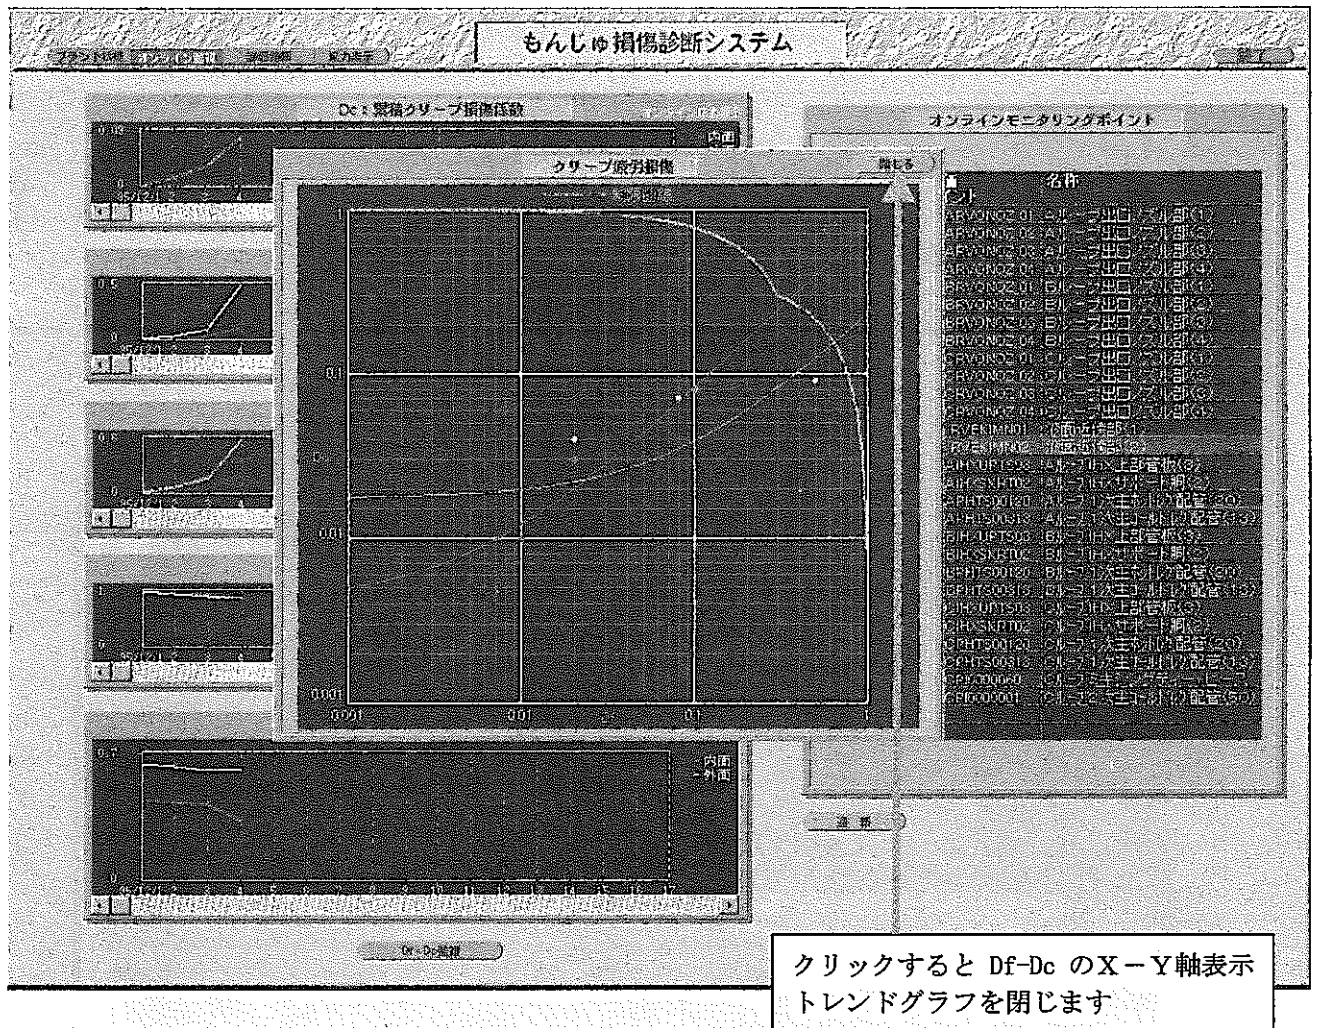

図 5-6 オンライン監視画面 (Df-Dc監視グラフ)
(3) トレンドグラフ表示
- ①MAX 1サイクル分のデータを表示します。スクロールバーの操作で表示する日付の範囲を変更できます。
- ②グラフX軸(解析結果最新日付+1日)は日付、Y軸はオートスケールで、表示する値の最大、最小値から計算します。
- ③”Df-Dc 監視” ボタンをクリックすると、図 5-6 のように Df-Dc X-Y 軸表示トレンドグラフを別ウィンドウで表示します。
- ④Df-Dc X-Y 軸表示トレンドグラフを閉じる場合は、”閉じる” ボタンをクリックします。